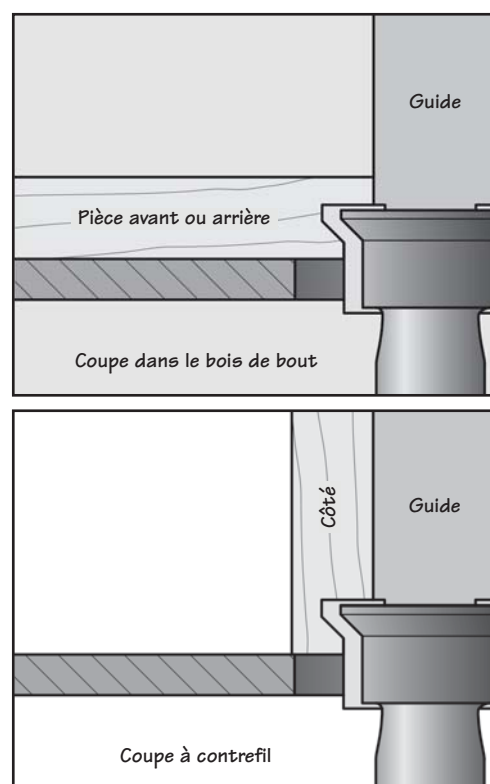

Figure 3 : Types de coupe
3. Avec des pièces de test, exécutez une coupe en bout et une coupe à contrefil, la première correspondant aux parties avant et arrière du tiroir, la seconde représentant les côtés. Assurez-vous que la position du guide demeure la même lorsque vous toupillez les deux pièces. Voir la **figure 3**.